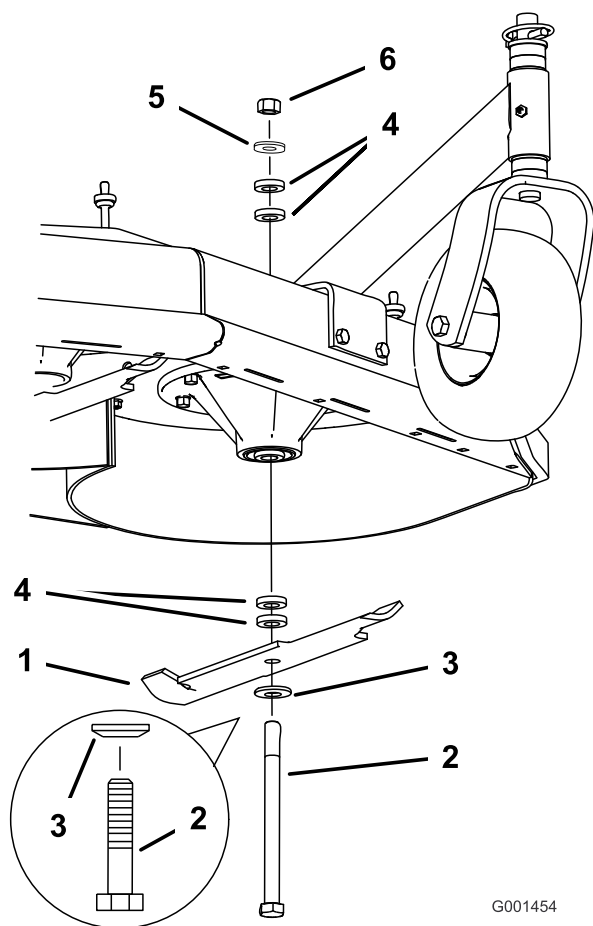

Figure 19
4. Maintenez le boulon de lame et retirez l'écrou. Insérez le boulon dans l'axe et changez les entretoises selon les besoins (Figure 19).
5. Posez le boulon, la rondelle bombée, la lame et ajoutez des entretoises et fixez-les avec une rondelle mince et un écrou (Figure 19).